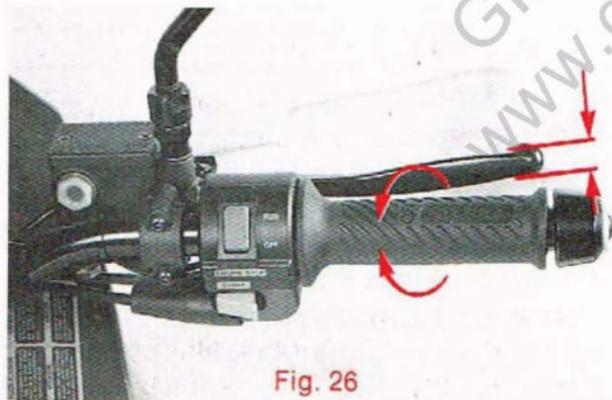

Fig. 26
- controllare la corsa a vuoto della manopola, che deve essere di circa 4 mm (Fig. 26). Se necessario, procedere alla regolazione agendo sul registro indicato in figura;
Il freno anteriore non necessita di registrazioni e la manutenzione va limitata al controllo (ogni 4000 km) del livello del liquido nel serbatoio della pompa (Fig. 26). Qualora si notasse un calo dell'olio, stringere i raccordi e controllare le guarnizioni della pompa.
- La regolazione della leva va effettuata lasciando un gioco residuo di circa 4 mm misurato all'estremità della medesima (Fig. 26).